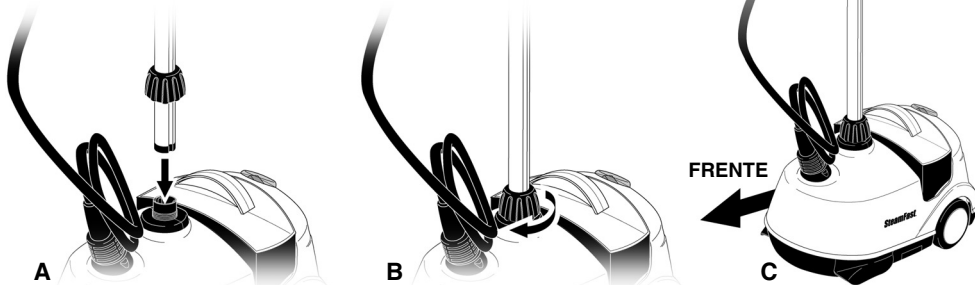

FIGURA 2
1. Inserte la sección 4 del tubo telescópico dentro de la base localizada en el equipo (FIGURA 2-A).
2. Apriete el tubo girándolo al sentido de las manecillas del reloj (FIGURA 2-B).
NOTA: Para equilibrar la unidad apropiadamente, alinee el tubo telescópico para que el tapón superior este enfrente a la salida de la manguera localizada en el equipo (FIGURA 2-C). La Base despachadora de vapor o plancha estará en el lado opuesto (ver página 8 para más detalles).